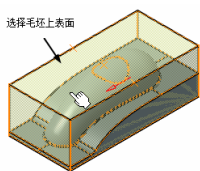

图 3-209 创建安全平面（3）
- 单击 Safety plane 按钮，系统提示“Select a planar face or point to define the safety plane”，一般选择毛坯上表面，系统创建安全平面（3）如图 3-209 所示。